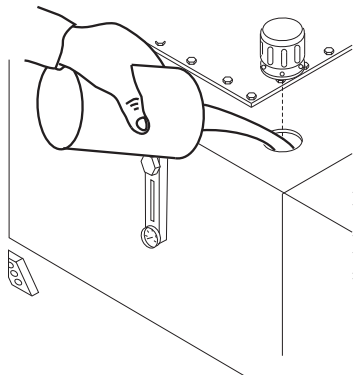

Figura 13. Orificio para agregar aceite hidráulico
- Si el nivel de aceite hidráulico esta bajo, retire el tapón hacia arriba de la ventanilla del nivel de aceite (Figura 13) y agregue la cantidad correcta de aceite hidráulico para llegar al nivel y poder operar de manera segura. (Use aceite Shell Tellus 68 ó Mobil ó DFE26).